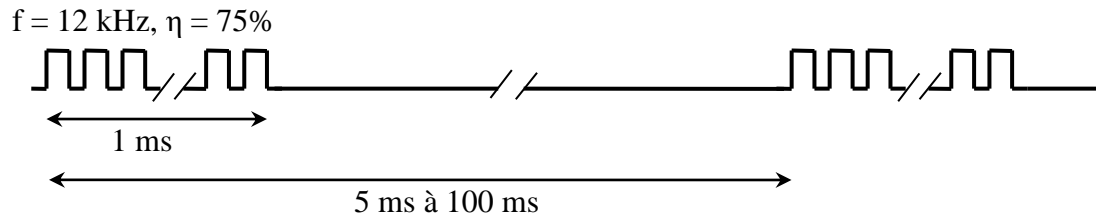

Fig. 5: signal en sortie du générateur de salves (burst)
Une salve correspond à un signal carré de fréquence 12 kHz, de rapport cyclique 75% qui est présent durant 1ms selon le chronogramme de la figure 5.
- Construire le générateur de salves donnant le signal de la figure 5.